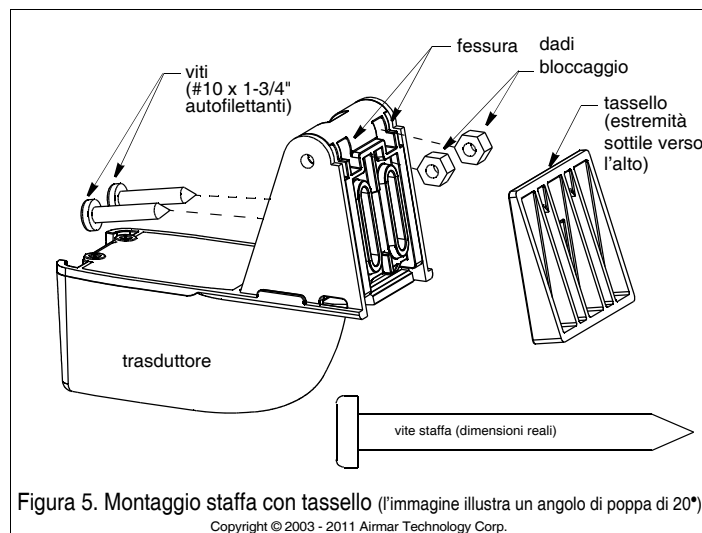

Figura 5. Montaggio staffa con tassello (l'immagine illustra un angolo di poppa di 20°)
- **Poppa a gradini e barche con idrogetto** (angolo di poppa 3°)—Utilizzate il tassello con l'estremità sottile verso il basso. Posizionate i dadi nelle fessure sul retro della staffa (Figura 5). Agganciate il tassello in posizione.
- **Piccole imbarcazioni in alluminio e in vetroresina** (angolo di poppa 20°)—Utilizzate il tassello con l'estremità sottile verso l'alto (Figura 5). Posizionate i dadi nelle fessure sul retro della staffa. Agganciate il tassello in posizione.
1. Se non già fatto, inserite i due dadi di bloccaggio nelle fessure sul retro della staffa (Figura 5).
a. Aumentate l'angolo del sensore nell'acqua. Consultate nuovamente il paragrafo "Compensazione per l'angolo di poppa": Utilizzate il tassello e consultate la Figura 5.